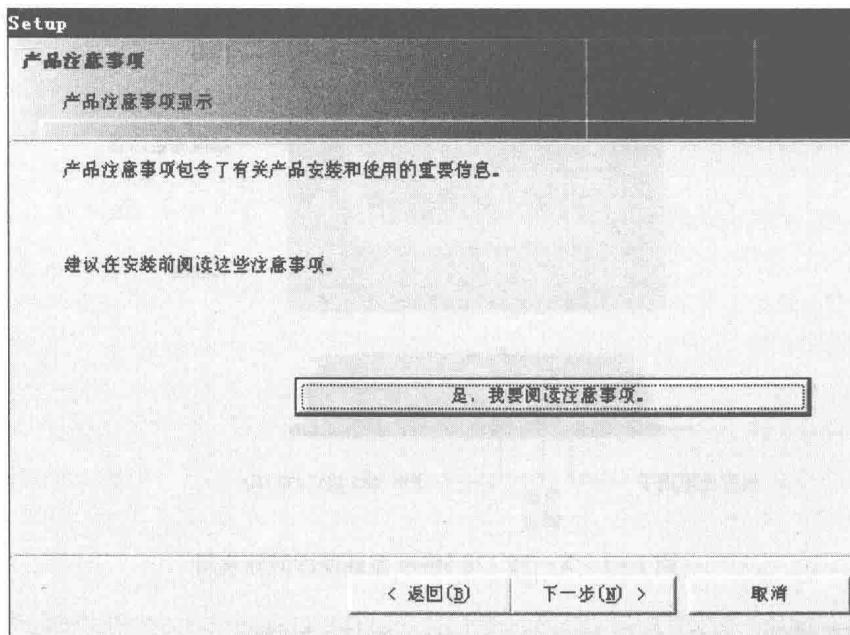
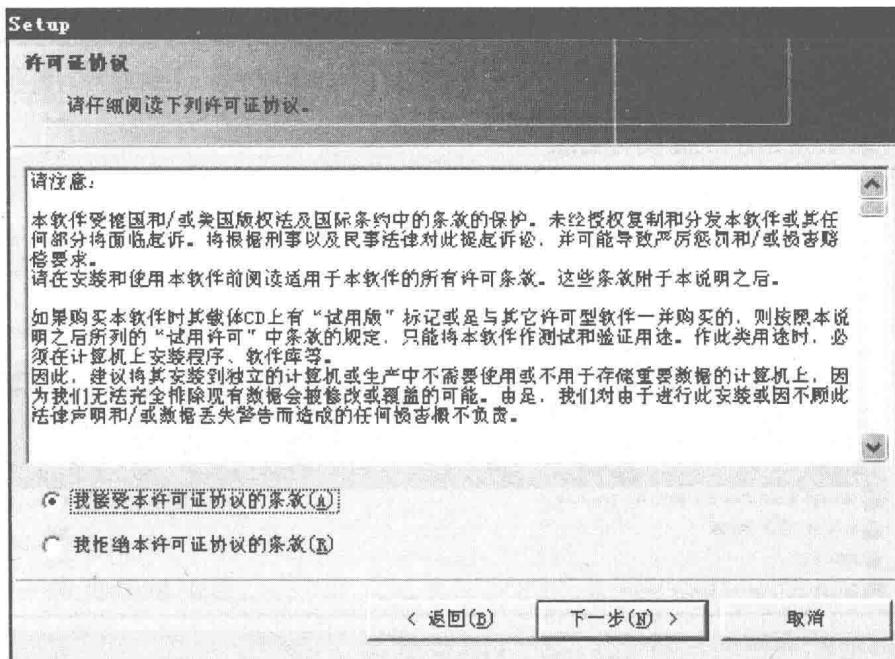
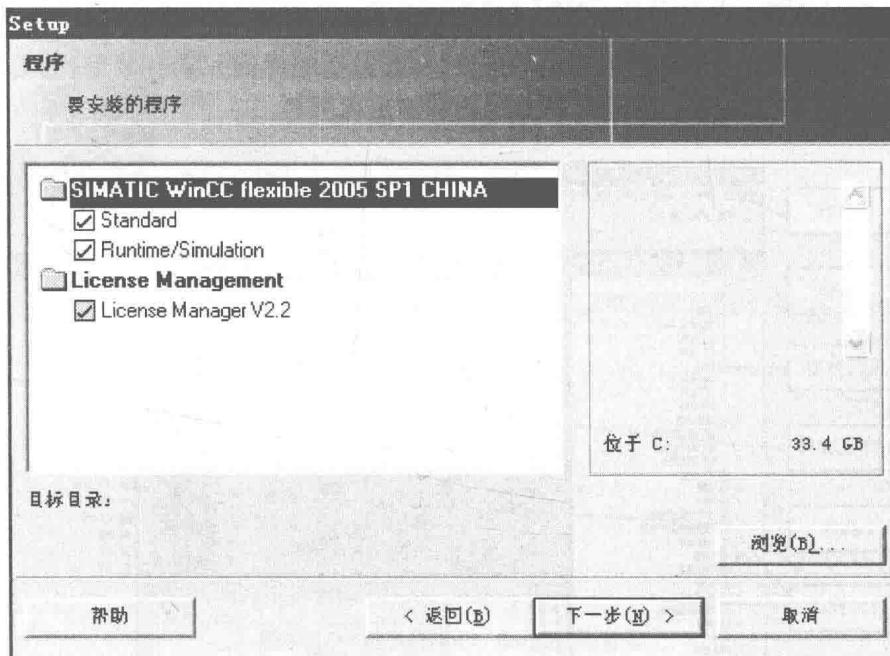

图 1-3 产品注意事项对话框
图 1-4 许可证协议对话框
图 1-5 选择所需要的组件对话框
- ① 将中文版本 WinCC flexible 的光盘插入光盘驱动器, 进入 wincc\_flexible\cd\_1 文件夹, 双击如图 1-2 所示的 Setup.exe 图标, 打开如图 1-3 所示产品注意事项对话框。
- ② 在如图 1-3 所示中, 单击“下一步”按钮, 进入如图 1-4 所示的许可证协议对话框。
- ③ 在如图 1-4 所示中, 单击“下一步”按钮, 进入如图 1-5 所示的对话框, 选择所需要的组件。单击“下一步”按钮, 系统会自动进行安装。